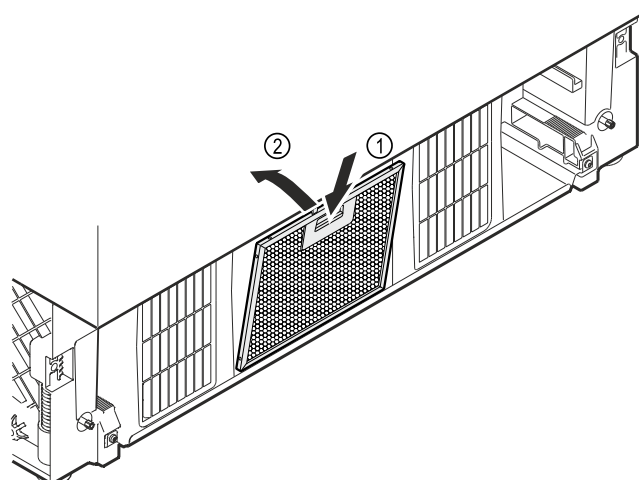

Fig. 21 Représentation à titre d'exemple
- Appuyer la touche sur le filtre à poussières vers le bas Fig. 21 (1) et simultanément faire basculer le filtre à poussières vers l'avant et le prélever Fig. 21 (2).